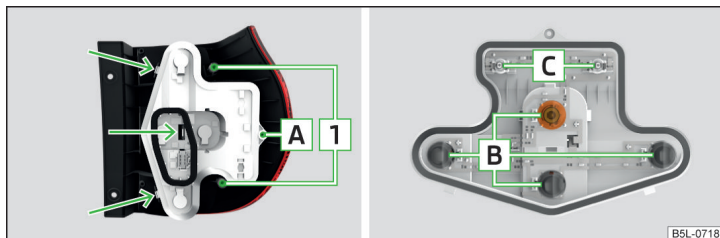
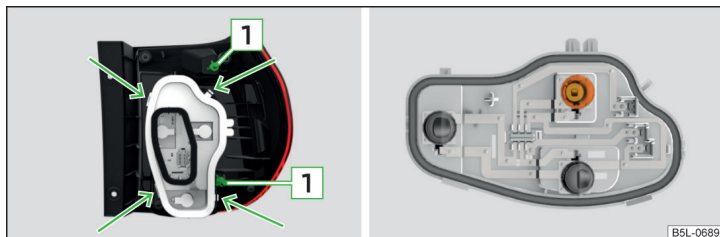

Fig. 205 Partie intérieure de l'ampoule : Lampe de base
Fig. 206 Partie intérieure de l'ampoule : Ampoule à DEL
- Poussez avec précaution le bloc optique arrière dans la carrosserie de sorte que les boulons 1 » fig. 205 à la page 183 sur l'ampoule s'introduisent dans les logements de la carrosserie » fig. 206 à la page 183.
- Dévissez avec la clé TORX la vis de sécurité **A** » fig. 205.
- Déverrouillez le socle de la lampe dans la zone indiquée par les flèches » fig. 205 enlevez le socle de la lampe.
- Déverrouillez le socle de la lampe dans la zone indiquée par les flèches » fig. 206 enlevez le socle de la lampe.
- Tournez l'ampoule » fig. 206 jusqu'en butée en sens antihoraire et retirez-la de la douille.